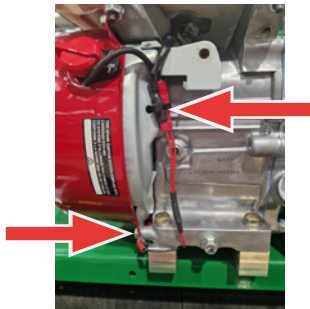

Fig. 17C - Desconectar los cables del motor
4. Desconecte los cables a tierra [llave de 10 mm] y de encendido que van al motor (fig. 17C).